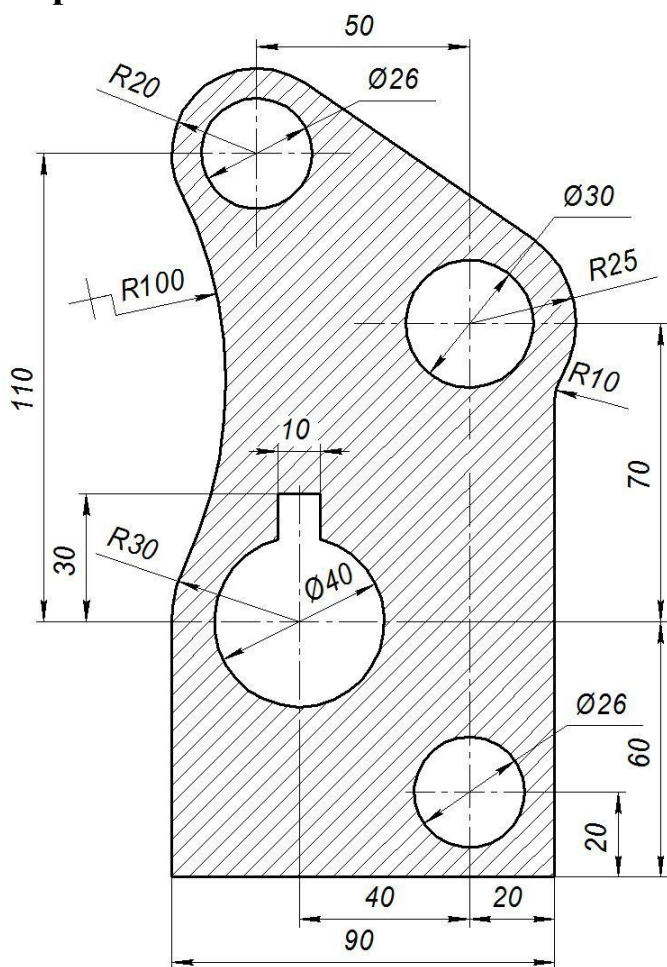

Рис. 1
1. Запустить программу КОМПАС-3D, выбрать режим работы **Фрагмент** и сохранить в своей папке на диске файл под своей фамилией (например, «Иванов-2») и с расширением **.frw**. Выполнить чертеж детали по размерам указанным на рис. 1 в соответствии с приведенным ниже описанием.
Нажать кнопку **Создать объект** и прервать выполнение команды **Штриховка**. В результате получим чертеж детали, приведенной на рис. 1 без простановки размеров.